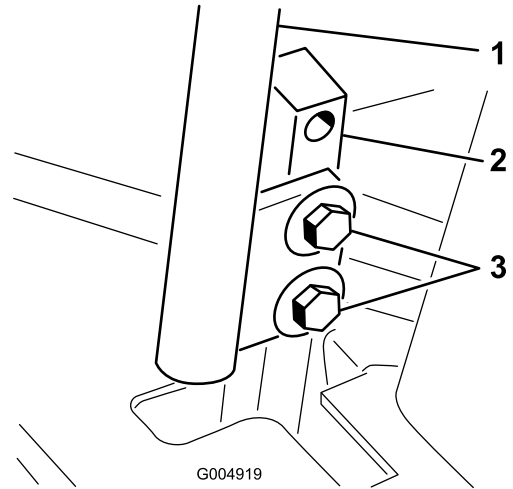

図 59
3. コントロールレバーを固定しているボルトをゆるめる 図 59。